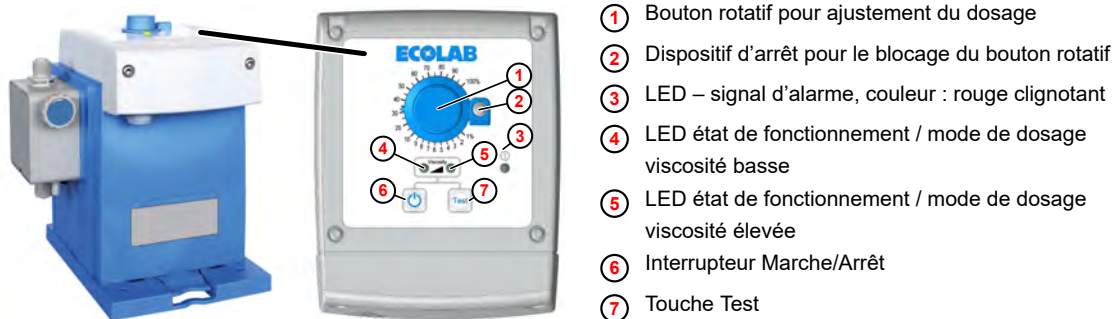

Fig. 15 : Panneau de commande du système EcoPro
1. La touche Marche/Arrêt (Fig. 15 , 6) permet de mettre la pompe en circuit et hors circuit.
En fonction du mode de dosage sélectionné, la LED gauche (Fig. 15 , 4 , viscosité basse) ou la LED droite (Fig. 15 , 5 , viscosité élevée) est allumée en continu ou clignote.